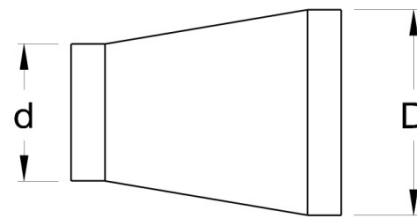

Figure 1
*Taux de réduction ou d'évasement (d/D), le petit diamètre est divisé, le taux de réduction est $d/D = 4/8 = 1/2$. Pour estimer la longueur équivalente pour le raccord, utiliser le petit diamètre de tuyau dans la table. Exemple de réduction de 4 po à 8 po ; le taux de réduction est de 1/2 et le petit diamètre de tuyau est de 4 po. On en tire du tableau que la longueur équivalente est 7 pieds (voir Figure 1).